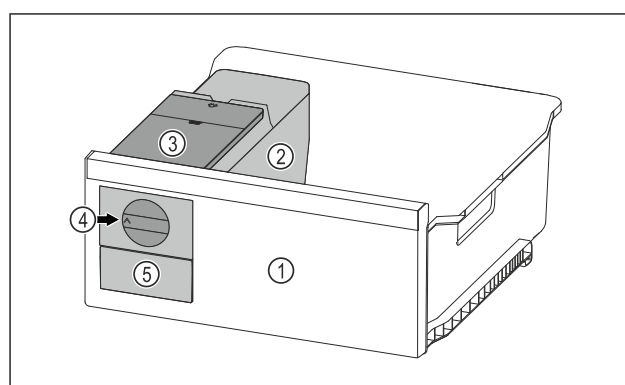

Fig. 84 Ілюстративне зображення
- ▶ Поворотну ручку Fig. 84 (4) повернути за годинниковою стрілкою до упору.
- ▶ Кубики льоду випадають із ванночки для кубиків льоду у висувний ящик для кубиків льоду Fig. 84 (5). Якщо не всі кубики льоду виймаються з ванночки для кубиків льоду: